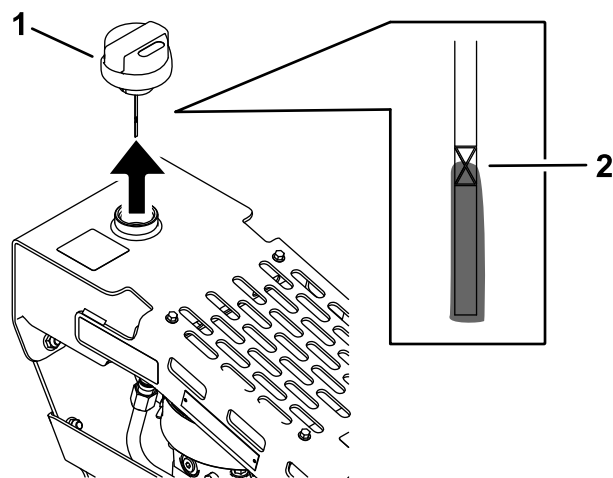

Figure 10
3. Déposez le reniflard et essuyez la jauge à l'aide d'un chiffon propre (Figure 10).
4. Remettez la jauge dans le réservoir mais ne vissez pas le reniflard; puis ressortez-la et contrôlez le niveau de liquide (Figure 10).
5. Si le niveau de liquide hydraulique est trop bas, faites l'appoint jusqu'à ce que le niveau se trouve entre les repères inférieur et supérieur sur la jauge (Figure 10).